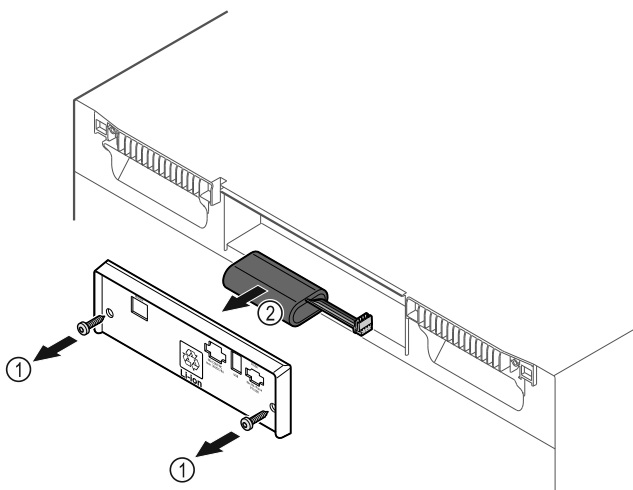

Fig. 201
- ▶ Irrota ruuvit ja poista kansi laitteen taustapuolelta Fig. 201 (1).
- ▶ Irrota paristo liittimistään ja poista paristo Fig. 201 (2).